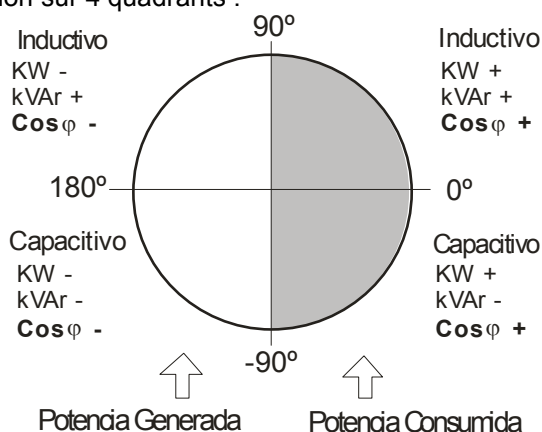

Fig. 3.1.- Signes sur les mesures des 4 quadrants
- Contrôle sur quatre quadrants (voir fig.3.1), avec indication des échelons connectés, indication de  $\cos \phi$ , type de puissance réactive (inductive  $\sim$  ou capacitive  $\cap$ ), et indication si l'installation importe ou exporte (icône EXPORT) de l'énergie.